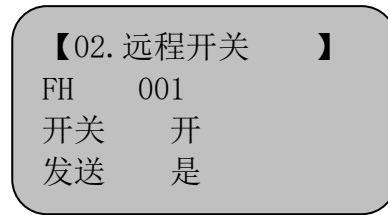

图 4
5、当光标移动至【01.发射机设置】时，按下⑦键，画面进入菜单2，如图4所示，当光标【】移动至【FH】时，FH代表分组码，对应的001-048代表共有48组，按下⑩键，【FH】变成【CH】，CH代表单机码，对应的001-128代表128个单机码；当光标处于【001】时，按下⑦、⑩键，数字会出现相应的变化；当光标移动至【开】处，有【关】可选；当光标移至【是】处，有【否】可选。